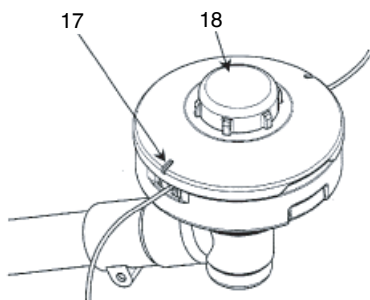

Fig. 14
- Compruebe el desgaste de la caja y el botón. Si la marca del límite de desgaste (17) en la caja ya no se ve o hay un agujero en la parte inferior (18) del botón, cambie las piezas nuevas inmediatamente. (Fig. 14)